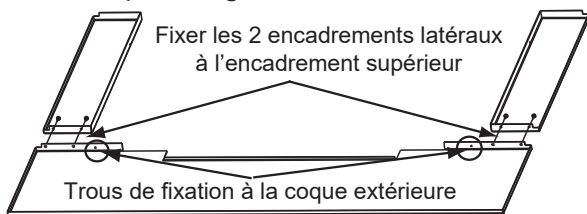

Figure 20.1
2. À l'aide du tournevis cruciforme, fixez les parties latérales de l'encadrement à la partie supérieure de l'encadrement en utilisant les 2 vis autotaraudeuses n° 8 fournies avec l'ensemble (**Figure 20.1**).